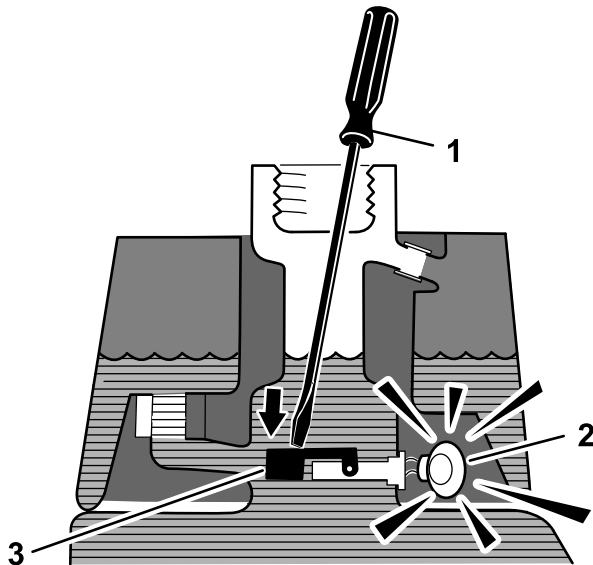

图 43
3. 将干净的支杆或螺丝刀插入油箱颈然后轻轻地向下推至浮动开关上图 43 经过 1 秒钟的延迟后警报应响起。